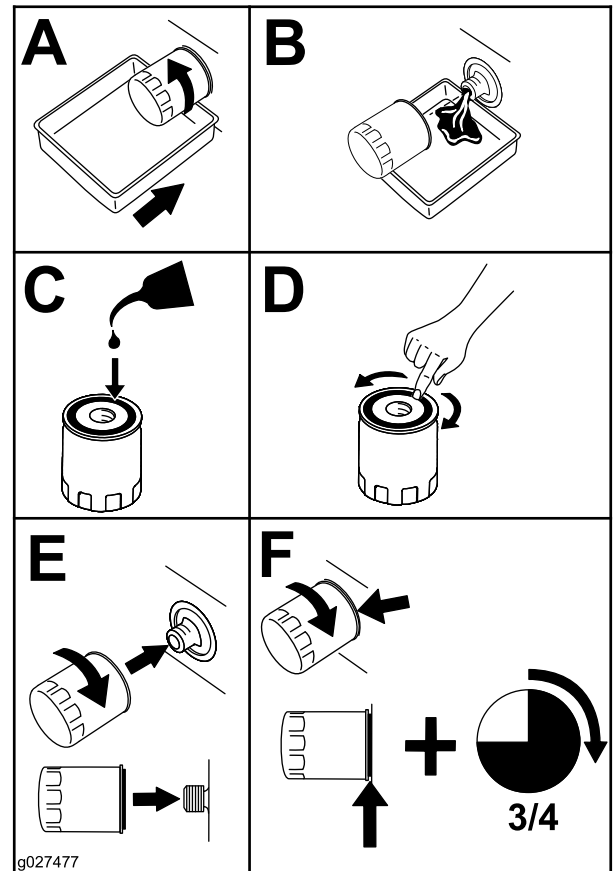

Bild 46
5. Wechseln Sie den Motorölfilter (**Bild 46**).